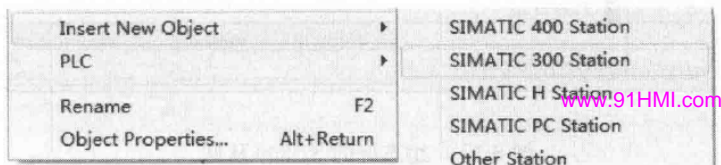

图 8-15 建立 S7-300 站
(1) 打开 STEP7 软件，新建一个项目，将该实例命名为 Multi-master，组态 S7-300 从站，选择项目名右击，在弹出快捷菜单中选择“SIMATIC 300STATION”命令，插入 S7-300 主站，在屏幕右侧会看到相应的 S7-300 站点出现，如图 8-15 所示。